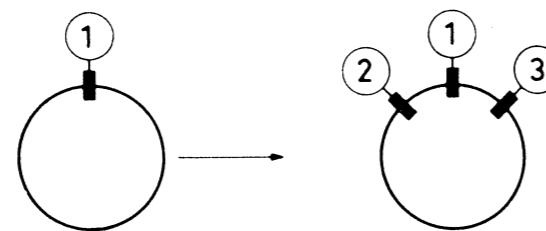

Fig. 4a
La convergenza dinamica si ottiene spostando il giogo di deflessione in senso orizzontale e verticale. Per assicurare l'esatta posizione dell'unità di deflessione, tre cunei di gomma sono posti tra il vetro dell'ampolla del cinescopio ed il giogo stesso, come illustrato in Fig. 4a o 5d.
3. Eliminare l'incrocio delle righe centrali orizzontali e verticali blu e rosse con uno spostamento verticale del giogo. Se la posizione del giogo è corretta, inserire il cuneo di gomma (1) in alto (Fig. 4a) o in basso (Fig. 5a) senza togliere la strisciata di carta.
4. L'inserzione del cuneo come da Fig. 4a va eseguita se il giogo è spostato verso l'alto, come da Fig. 5a se il giogo è spostato verso il basso.